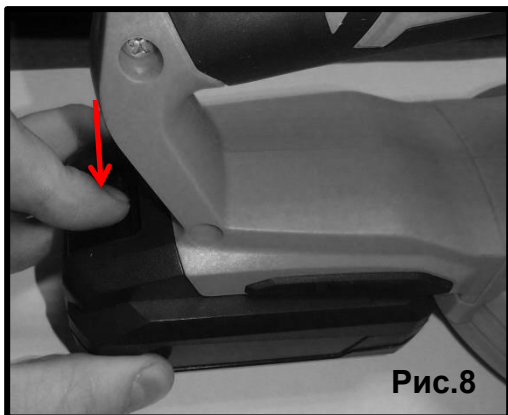

Рис.8
6.4. Снятие аккумулятора (Рис.8, 8a)